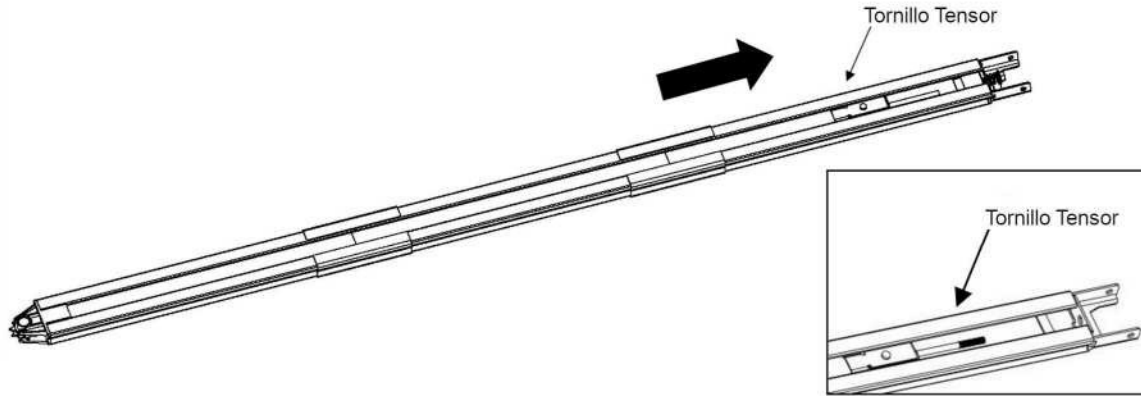

Fig.11
Paso 1. Corte el Cinturón de Plástico y Jale el Tornillo Tensor Junto con la Cadena en el Interior del Riel "C" hasta la Posición Adecuada. (Fig.11).